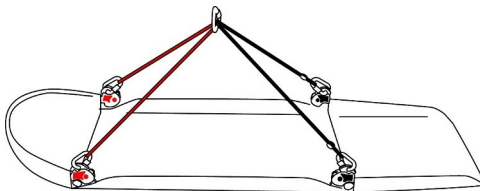

Figure 2
- Les brins rouges de l'élingue doivent être mousquetonnés sur les pattes d'articulation avant repérées en rouge sur le brancard (Figures 2 et 3).
- Les brins noirs de l'élingue doivent être mousquetonnés sur les pattes d'articulation arrière repérées en noir sur le brancard (Figures 2 et 3).